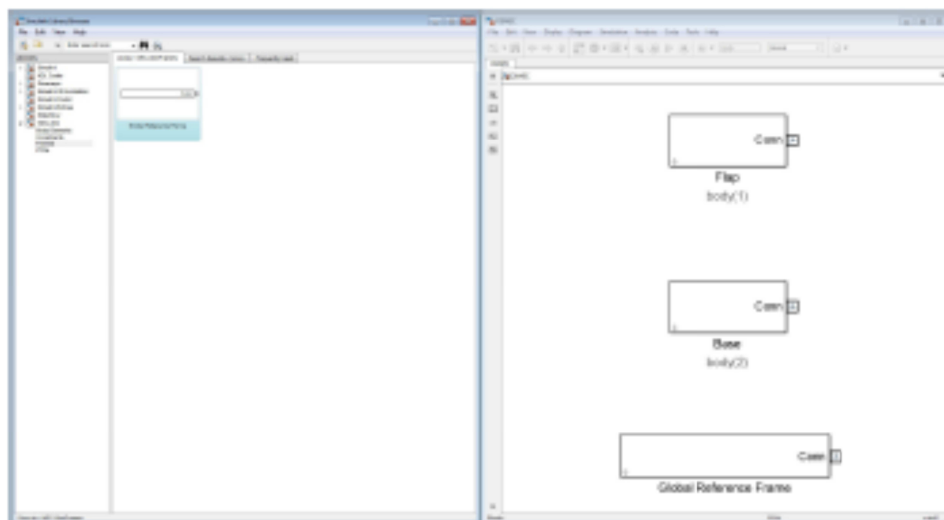

Figure 6.9: Adding a Global Reference Frame block to the OSWEC WEC-Sim model
**ステップ 2:** Rigid Body ブロックをダブルクリックし、物体を改名する。最初の物体を body(1)、第 2 の物体を body(2) と名付ける。これらの物体ブロックの特性は OSWEC MATLAB 入力ファイル(節 6.2.2)に定義される。
**ステップ 3:** 図 6.9 のように、Simulink モデルファイルの WEC-Sim ライブラリから Global Reference Frame ブロックを配置する。Global Reference Frame は基礎として働く。他のすべての物体はジョイントや拘束によって基礎にリンクされる。